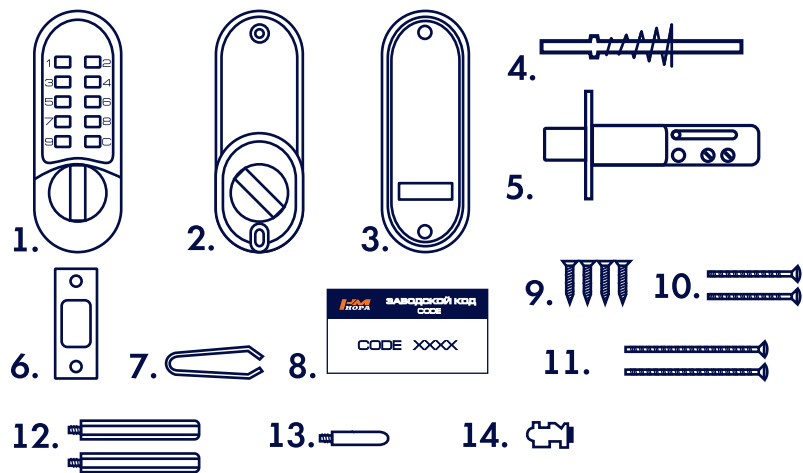

рис. 1
Перед началом установки замка проверьте работоспособность всех его частей, наберите код (номер кода на картонке (8) **рис. 1**;